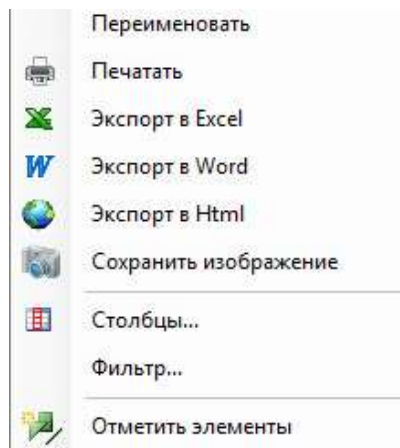

Рис. 3.51 Контекстное меню
- Созданную таблицу можно экспортировать в: Word, Excel, HTML для документирования, для этого вызовите раскрывающееся меню с помощью кнопки  (Рис. 3.51);